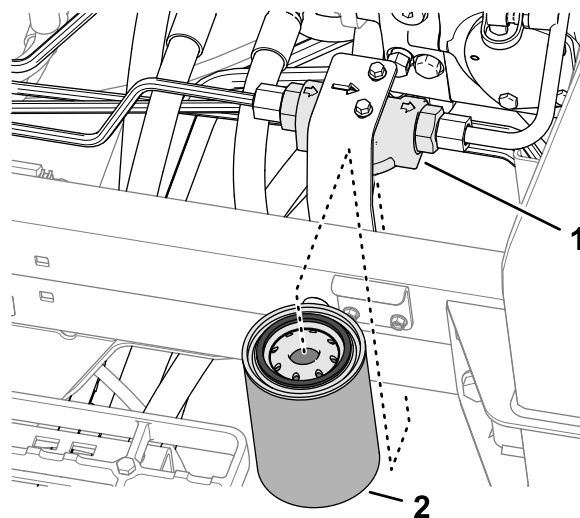

Bild 118
3. Legen Sie auf der linken Seite der Maschine eine Auffangwanne unter den Ladefilter (**Bild 118**).